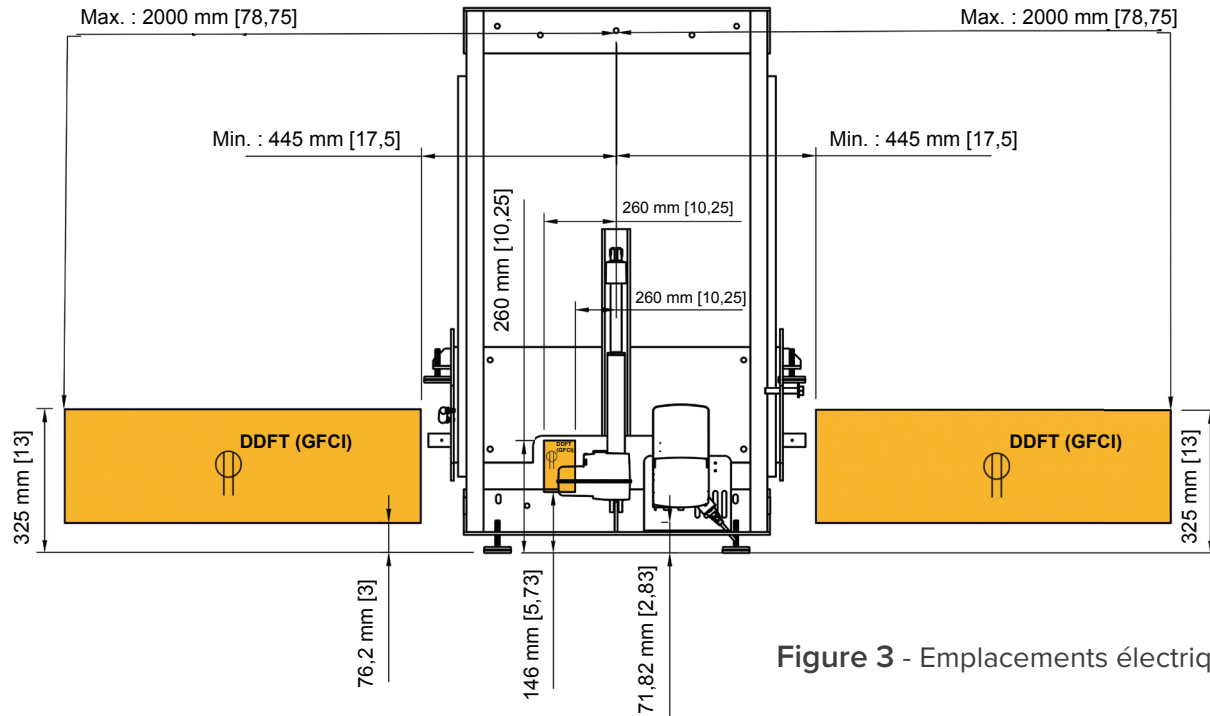

Figure 3 - Emplacements électriques
- S'assurer que le raccordement électrique est situé dans la zone de raccordement électrique désignée illustrée à la figure 3. Toute zone surlignée dans la figure 3 peut être utilisée pour une prise de 120 V protégée par DDFT ou pour un raccordement câblé.